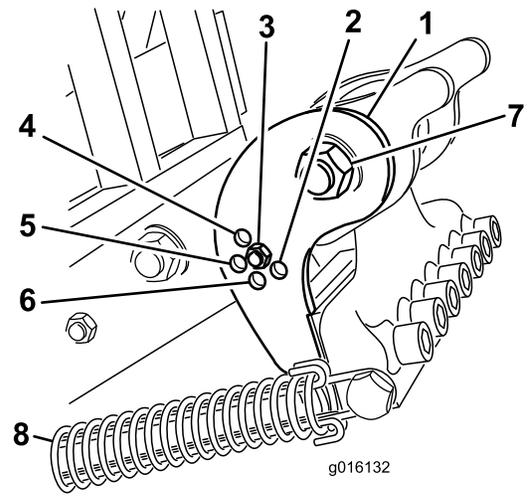

図 35
キャンバブラケット (図 35) を、使用するタインに合った正しい位置にセットしてください。ヘッドストップのセット位置は基本的に 5ヶ所ですが、調整ロッドを通す穴を選択することにより、ヘッドストップのセット位置が 5ヶ所のうちの 1 つに決まります。これらの穴は事前に設定されており、たとえば、場合によって、12インチ位置で10インチのタインを使うと、より滑らかな仕上がりとなります。
3. タインヘッドにかかっているスプリングのテンションを解除する (図 35)。
4. キャンバブラケットの調整穴についているボルトとナットを外す (図 35)。